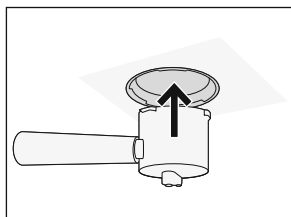

Abb. 4
8. Drücken Sie den Siebträger bis zum Anschlag in die Aufnahme und drehen Sie den Griff in Richtung "CLOSE" bis zum Anschlag (Abb. 4 und 5).